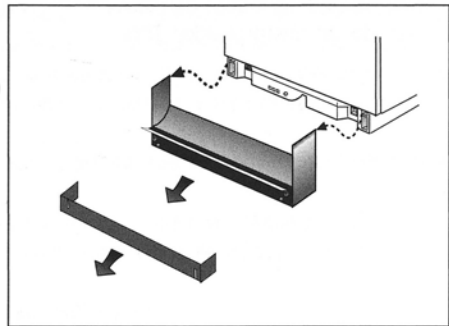

Figura 25
- Saque el panel de pie jalándolo (Figura 25).